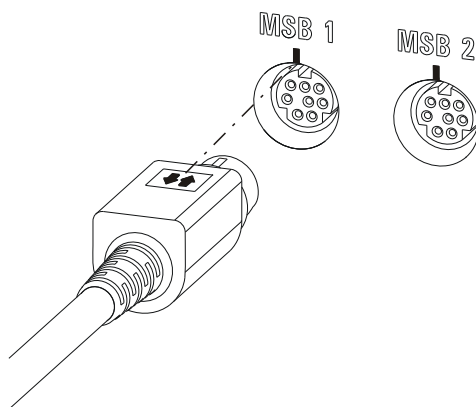

图 15 MSB 接口
- 连接时请您注意 MSB 插头标有箭头的平面一侧朝向 MSB 接口的标志（参见图15，第22页）。